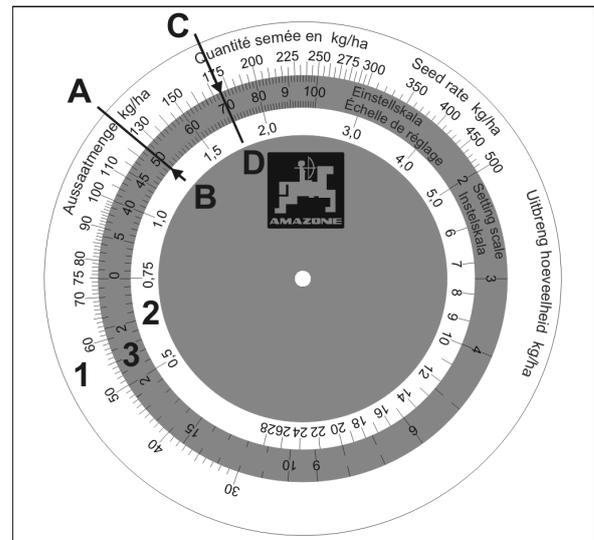

Fig. 89
Die Rechenscheibe besteht aus drei Skalen: einer äußeren weißen Skala (Fig. 89/1) für alle Ausbringungen über 30 kg/ha und einer inneren weißen Skala (Fig. 89/2) für alle Ausbringungen unter 30 kg/ha. Auf der mittleren, farbigen Skala (Fig. 89/3) sind die Getriebestellungen von 1 bis 100 angegeben.
2. Die Ausbringung **125 kg/ha** (Fig. 89/A) und die Getriebestellung **50** (Fig. 89/B) auf der Rechenscheibe übereinander stellen.
3. Lesen Sie nun auf der Rechenscheibe die Getriebestellung für die gewünschte Ausbringung von **175 kg/ha** ab (Fig. 89/C). In unserem Beispiel ist das die Getriebestellung **70** (Fig. 89/D).